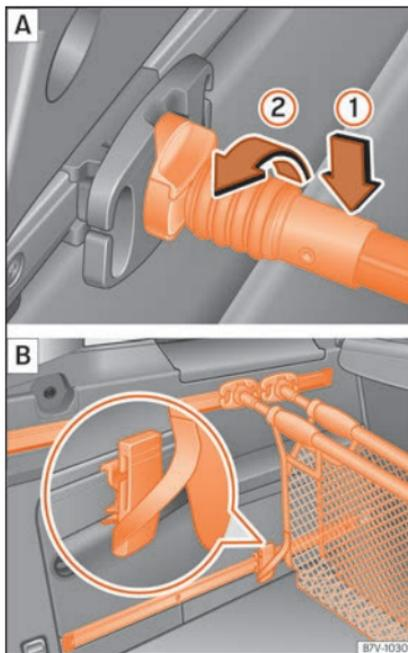

Fig. 174 Accrochez le filet à bagages A et utilisez-le comme un sac B.
Placez par le haut la barre de fixation sur le support pour filet à bagages » » **fig. 174** ① et »
- Accrochez la sangle de fixation du filet à bagages en dessous de l'un des éléments de fixation mobiles » » fig. 174 B.